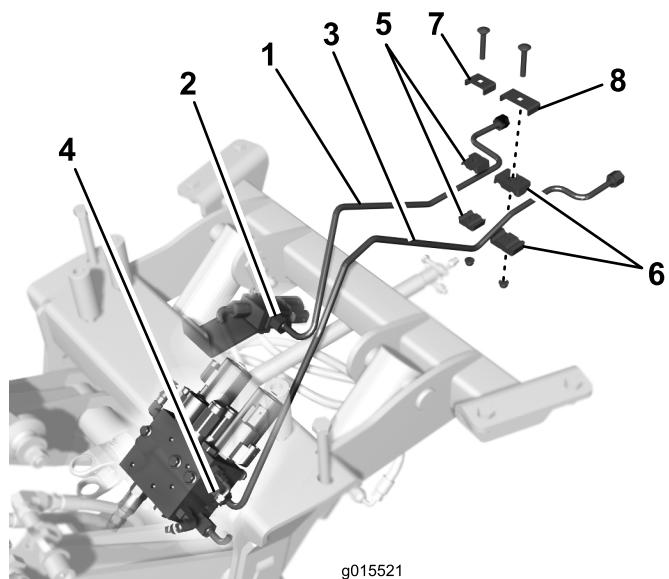

Figura 9
- Conecte el extremo trasero del tubo hidráulico más corto al tubo de la máquina (Figura 9).
- Conecte el extremo trasero del tubo hidráulico más largo al tubo de la máquina (Figura 9).
- Conecte provisionalmente el tubo hidráulico más corto al tubo adyacente de la máquina con la abrazadera pequeña, la pletina, el tornillo de cuello cuadrado y la tuerca con arandela prensada, según se muestra en Figura 9.
- Conecte provisionalmente el tubo hidráulico más largo al tubo adyacente de la máquina con la abrazadera grande, la pletina, el tornillo de cuello cuadrado y la tuerca con arandela prensada, según se muestra en Figura 9.